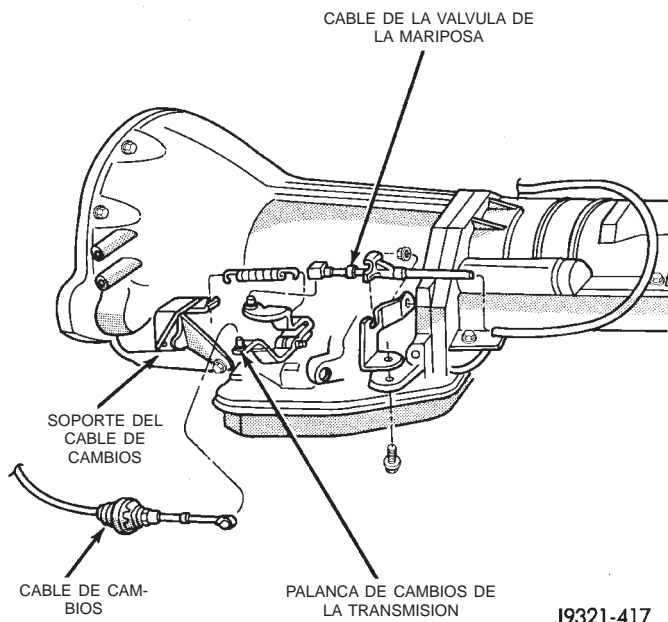

Fig. 178 Fijación del cable de cambios de la transmisión -Característico
- (1) Coloque la transmisión en posición PARK.
- (2) Eleve el vehículo.
- (3) Desenganche la abrazadera del ajustador del cable (en el extremo del cable de la transmisión) para liberar el cable.
- (4) Desenganche el cable del soporte del cable de la transmisión. (Fig. 178).
- (5) Deslice el ojal del cable y extraígallo de la palanca de cambios de la transmisión.
- (6) Verifique que la palanca de cambios de la transmisión esté en el detenedor de la posición PARK desplazando la palanca totalmente hacia atrás. La posición de PARK es la última del detenedor hacia atrás.
- (7) Verifique el acoplamiento positivo del seguro de estacionamiento de la transmisión intentando girar el eje propulsor. El eje no girará si el seguro de estacionamiento está acoplado.
- (8) Deslice el ojal del cable en la palanca de cambios de la transmisión.
- (9) Calce a presión el ajustador del cable de cambios en el soporte de instalación, situado en la transmisión.
- (10) Bloquee el cable de cambios oprimiendo la abrazadera del ajustador del cable hacia abajo hasta que calce a presión en su sitio.
- (11) Baje el vehículo y verifique el arranque del motor. El motor debe arrancar únicamente en las posiciones PARK y NEUTRAL.